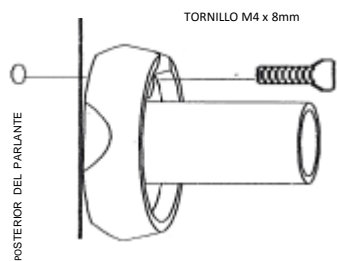

FIGURA 2
- Algunos parlantes pueden utilizar el tornillo M4 x 8 mm, que se inserta en el orificio que se encuentra en la pieza montaje (Figura 2).